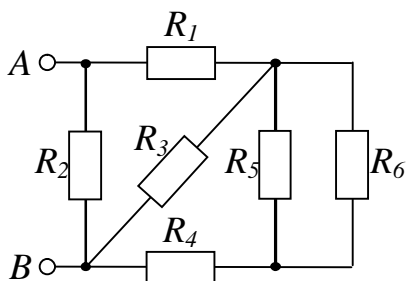

Рис. 1.15
**1.33.** Визначити еквівалентний опір електричного кола, зображеного на рис. 1.15, де  $R_1 = R_5 = 2$  Ом;  $R_2 = 2,8$  Ом;  $R_3 = 1$  Ом;  $R_4 = 6,2$  Ом;  $R_5 = 2$  Ом.